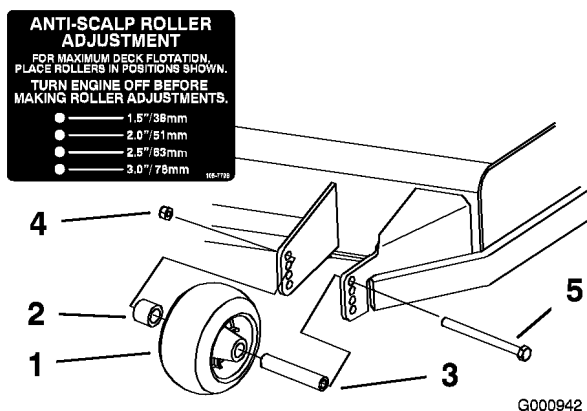
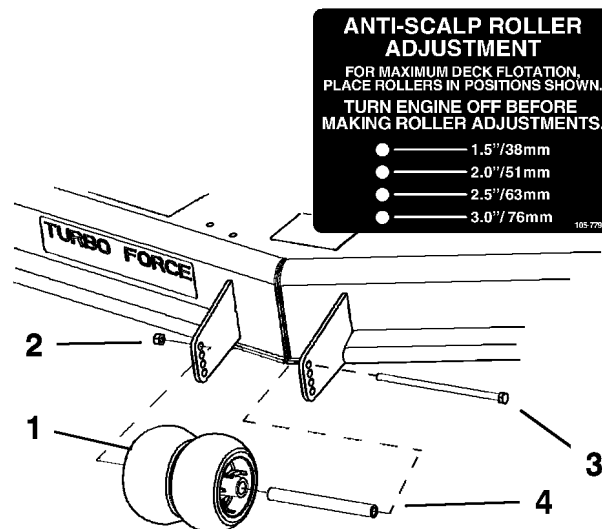

Figura 20
Figura 21
3. Después de ajustar la altura de corte, ajuste los rodillos retirando la tuerca con arandela prensada, el casquillo, el espaciador y el perno (Figura 20, Figura 21 , y Figura 49).
Nota: Los dos rodillos centrales no tendrán espaciador (Figura 21).
5. Instale la tuerca con arandela prensada, el casquillo, el espaciador y el perno. Apriete a 54-61 Nm (Figura 20, Figura 21 y Figura 49).